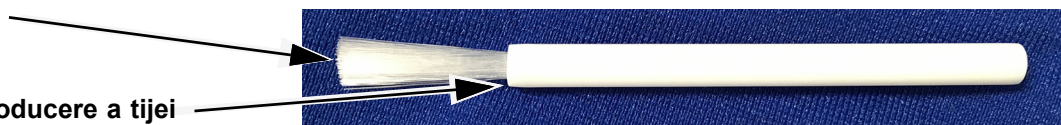

Figura 9-6. Perie de curățare a lentilei (300-8330)
3. Localizați peria furnizată în trusa de curățare GX (consultați Figura 9-6).